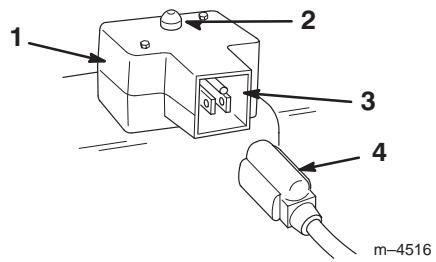

Figure 18
- **Démarreur électrique** (Fig. 18)—Appuyez sur le bouton du démarreur pour mettre le moteur en marche.
- **Cordon d'alimentation** (Fig. 18)—Connectez le cordon au démarreur électrique et branchez-le dans une prise de courant avant de mettre le moteur en marche.
- Connectez le cordon d'alimentation à la déneigeuse (Fig. 18) et branchez-le dans une prise de courant standard.